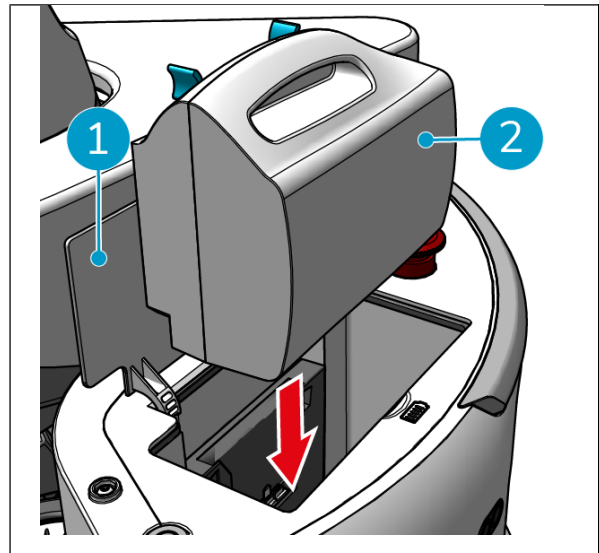

Figura 11
1. Abra la tapa del compartimento de las pilas de la unidad principal (figura 11, pos. 1).
2. Empuje la batería (figura 11, pos. 2) en la ranura de la batería. Un clic indica que la batería está bloqueada.